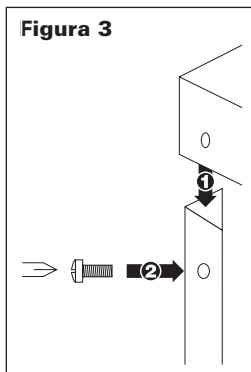
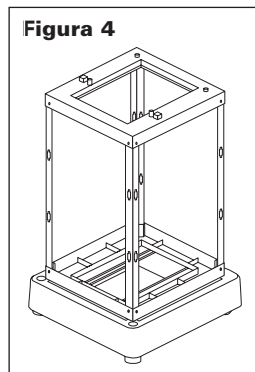

Figura 3
Figura 4
2. Para crear el marco estructural, el soporte superior (h) debe encajar en la parte superior de las vigas laterales (i, j, k y l). Para garantizar que el soporte superior esté correctamente alineado con la base, los orificios roscados del soporte superior (h) deben orientarse hacia la parte delantera de la máquina (FIGURA 3). Las vigas laterales (i, j, k y l) encajarán dentro de los canales triangulares de cada esquina del soporte superior. Sujete dos tornillos n.º 1 por el soporte superior hasta cada viga lateral para fijar el soporte superior al marco estructural de la plataforma. Repita este paso en las otras 3 esquinas. (FIGURA 4).